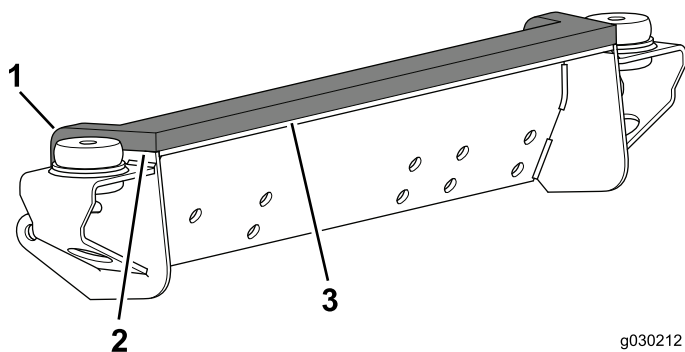

Figura 9
1. Aplique o vedante na montagem ficando em contacto com as extremidades frontal e lateral da montagem frontal (Figura 9).
2. Dobre as linguetas laterais por cima da parte posterior da montagem (Figura 9).